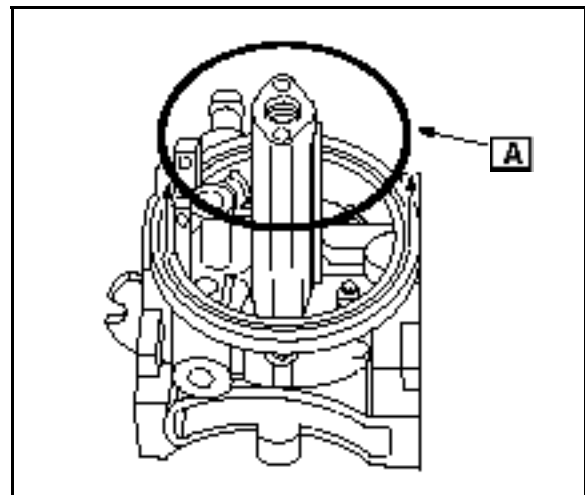

Fig. 52
2. Remove float bowl gasket (A) Fig. 52).